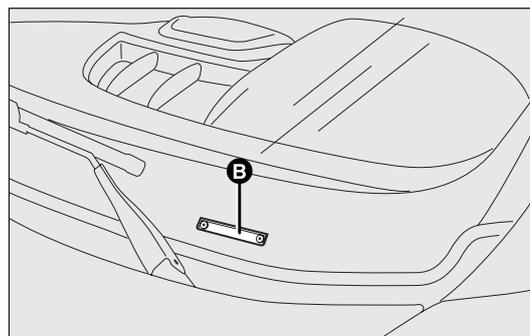

fig. 194
- sulla parte bassa del parabrezza B-fig. 194